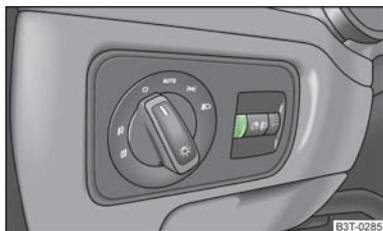

Fig. 35
- > Ruotare la manopola » fig. 35 sull'intensità desiderata di illuminazione degli strumenti.